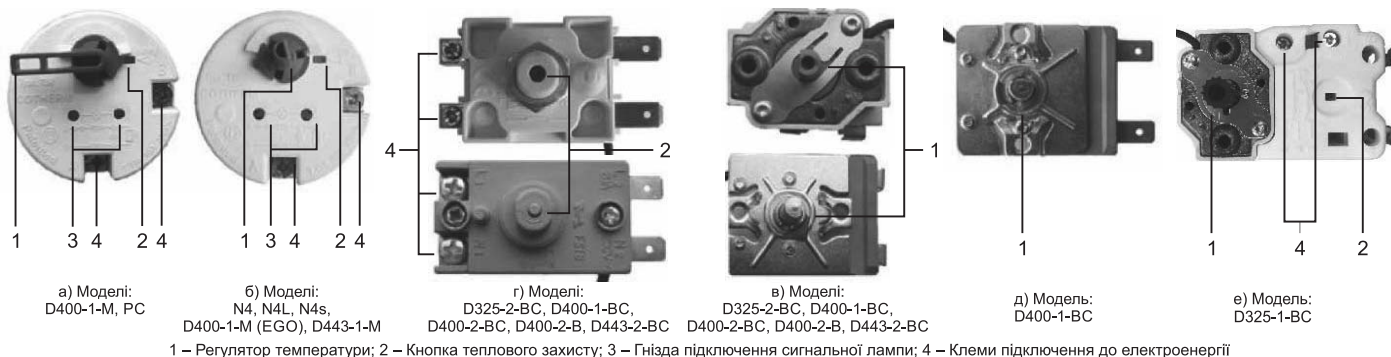

Рисунок 3.
- натиснути на кнопку теплового захисту, яка розташована в корпусі терморегулятора (рисунок 3 позиція 2).
- моделі N4L, N4s, D400-1-M (EGO), D443-1-M - на термостаті (рисунок 3б) під захисною кришкою проти годинникової стрілки;
- моделі D325-1-BC, D400-1-BC - на термостаті (рисунок 3д) під захисною кришкою за годинниковою стрілкою. Перед регулюванням необхідно відключити водонагрівач від електромережі;